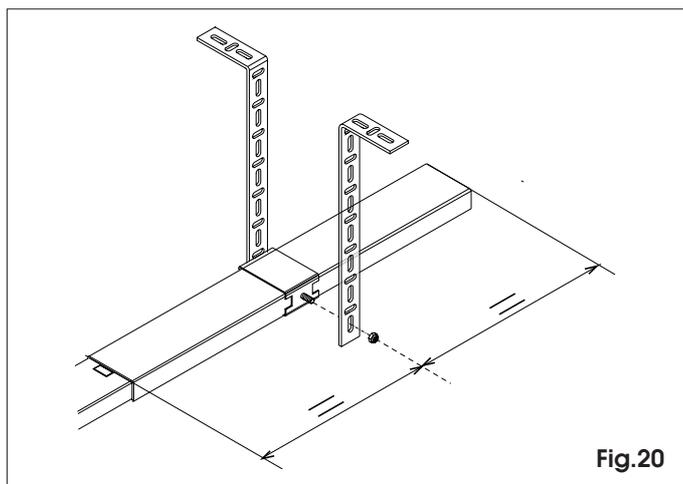

Fig.20
7.15 Si la glissière de support centrale a été utilisée, préformer les brides, les bloquer avec un écrou et fixer au plafond (fig.20).